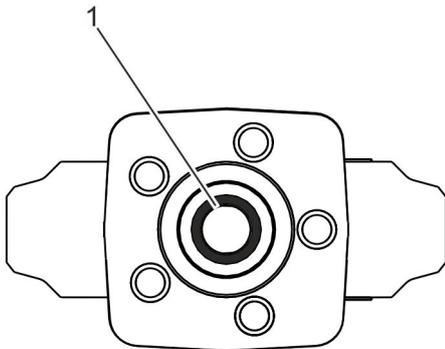

Fig. 13 : Retrait de la bague d'étanchéité
6. ➔ Retirer la bague d'étanchéité (Fig. 13 /1) du carter.